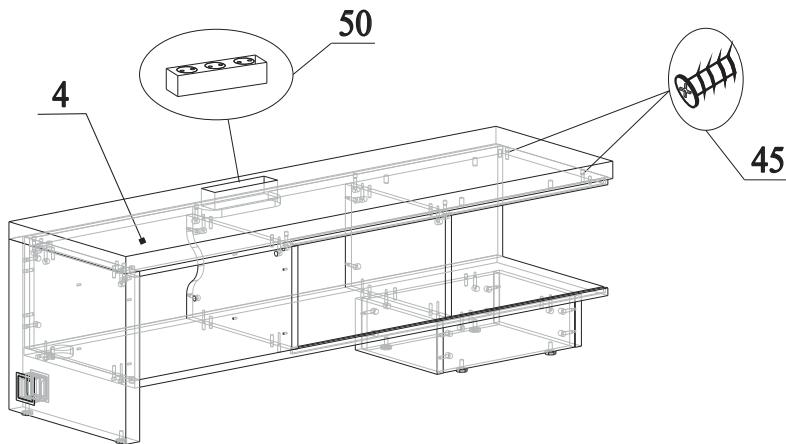

Рис.22
47. Соединить деталь 5 с деталью 4, затянуть эксцентрики по часовой стрелке до упора. Закрутить винты 45 в муфты на детали 4 через отверстия на детали 9. Вставить блок розеток 50 в деталь 4 (рис.22)